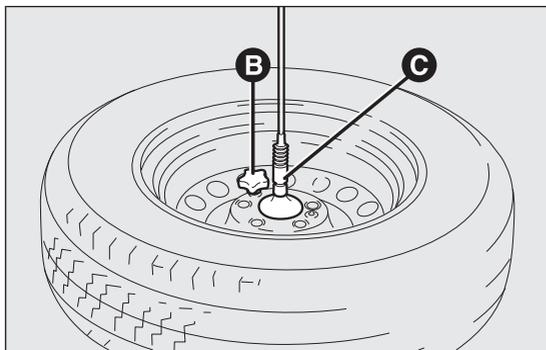

fig. 120
- sfilare il cappuccio B fig. 120 e sganciare il cavo di trattenimento, quindi liberare la ruota dal supporto dentato C svitando le 2 viti;